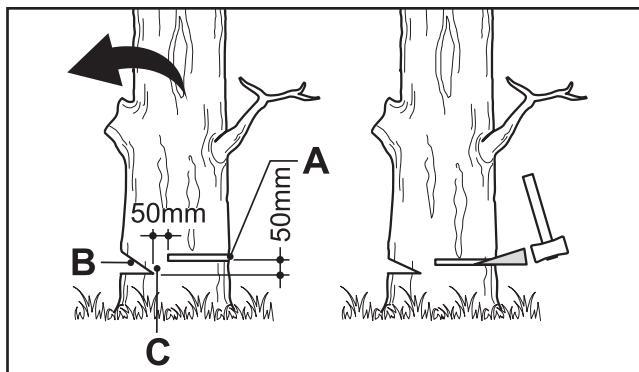

Fig. 27
Efetue o entalhe (Fig. 27, B) em 1/3 do diâmetro da árvore, perpendicularmente à direção da queda (Fig. 27). Efetue primeiro o corte do entalhe horizontal na parte inferior. Isto irá ajudar a evitar o aperto da corrente ou da guia quando estiver a efetuar o segundo entalhe.
1. Efetue o corte do entalhe complementar (Fig. 27, A) a, pelo menos, 50 mm acima do corte do entalhe horizontal (Fig. 27). Mantenha o corte do entalhe complementar paralelo ao corte do entalhe horizontal. Efetue o corte do entalhe complementar de modo que exista madeira suficiente para atuar como se fosse uma dobradiça. A madeira que atua como dobradiça (Fig. 27, C) impede que a árvore se dobre e caia na direção errada. Não corte através da dobradiça.